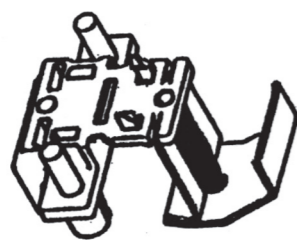

Fig. 2a
7. Insert clips into posts prior to installation. (See figure 2a and 2b)
7. Insérez les attaches de fixation dans les montants avant l'installation. (Voir les figures 2a et 2b.)